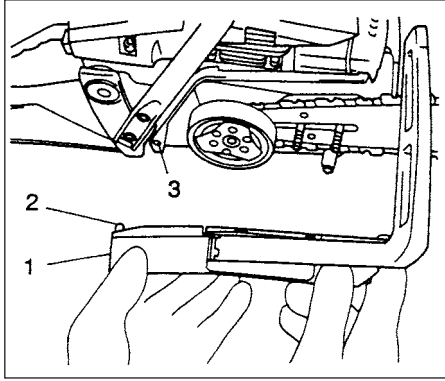

Fig.1-3
2. Confirmar que la dirección de la cadena sea correcta como se indica en la figura y alinear la cadena sobre la rueda dentada. (Fig. 1-3)
4. Instale la caja lateral (1) sobre los tornillos de fijación de la barra de guía, insertando el pasador posicionador (2) en el agujero de referencia (3) en la caja lateral en la unidad. (Fig. 1-3)